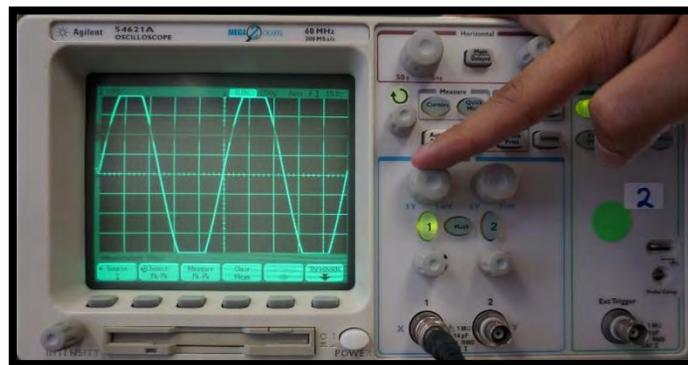

Figura D.5. Ajuste del nivel vertical a 0 V.
5. Gire la perilla del eje vertical hasta que éste llegue a 0 V, esto es para que se visualice toda la señal y no solo una parte (figura D.5).